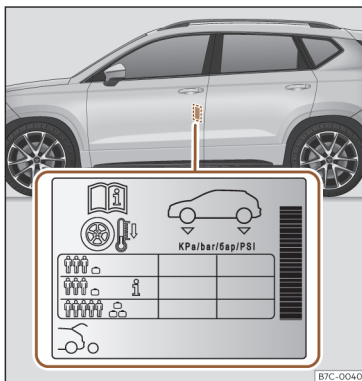

Fig. 206 Emplacement de l'autocollant de gonflage des pneus.
- Adaptez la pression des pneus en fonction de la charge transportée par le véhicule >>> **fig. 206.**
Les valeurs de pression de gonflage figurent sur l'autocollant situé sur la face arrière du cadre de la portière avant gauche >>> **fig. 206.**
Adaptez la pression de gonflage des pneus à la charge du véhicule. Si le véhicule est chargé au maximum, vous devez augmenter la pression de gonflage jusqu'à la valeur maximale de charge indiquée sur l'autocollant >>> **fig. 206.**
Dans le cas de la roue de secours de taille réduite (125/70 R16 ou 125/70 R18), la gonfler à une pression de 4,2 bar comme indiqué sur l'autocollant de pression des pneus >>> **fig. 206.**
Il est possible d'adapter la pression de gonflage des pneus sous charge moyenne en fonction du véhicule afin d'améliorer le confort de conduite (pression de gonflage **i** >>> **fig. 206**). Lorsque vous roulez avec une pression de gonflage de confort, la consommation de carburant peut légèrement augmenter.
- Le conducteur est responsable de la pression correcte de tous les pneus de son véhicule. La pression de gonflage recommandée est indiquée sur un autocollant >>> **fig. 206.**
- Avec les pneus à froid, la pression devra toujours être celle indiquée sur l'autocollant >>> **fig. 206.**